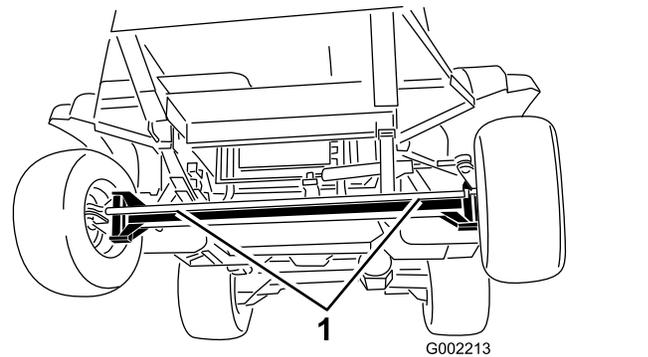
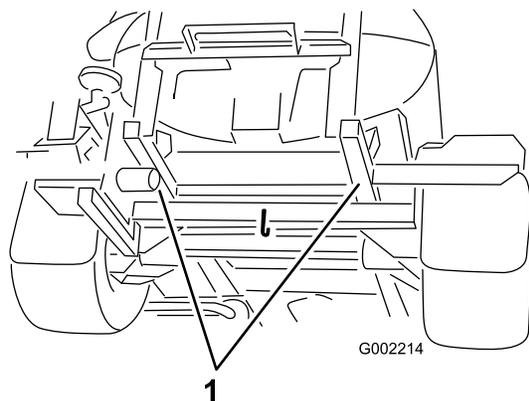

Figura 53
Figura 54
2. Conecte un cable de remolque al bastidor; consulte los puntos de remolcado delanteros y traseros en Figura 53 y Figura 54.